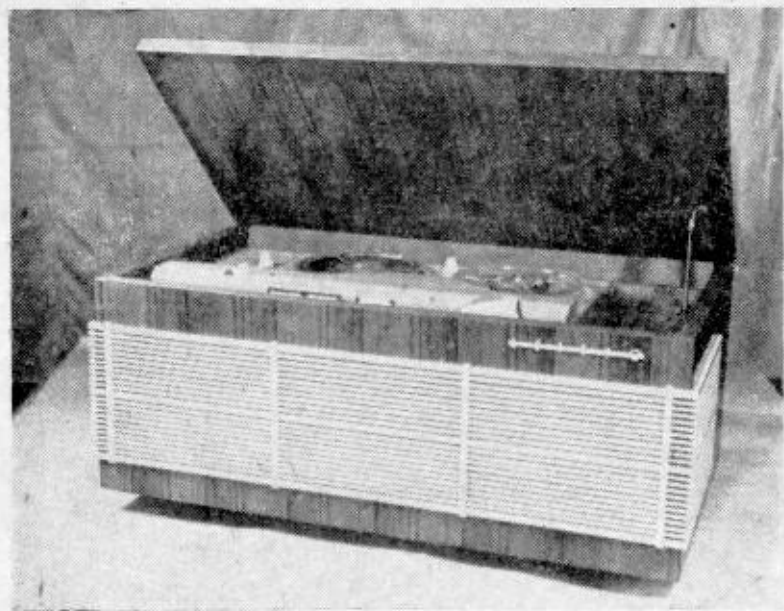
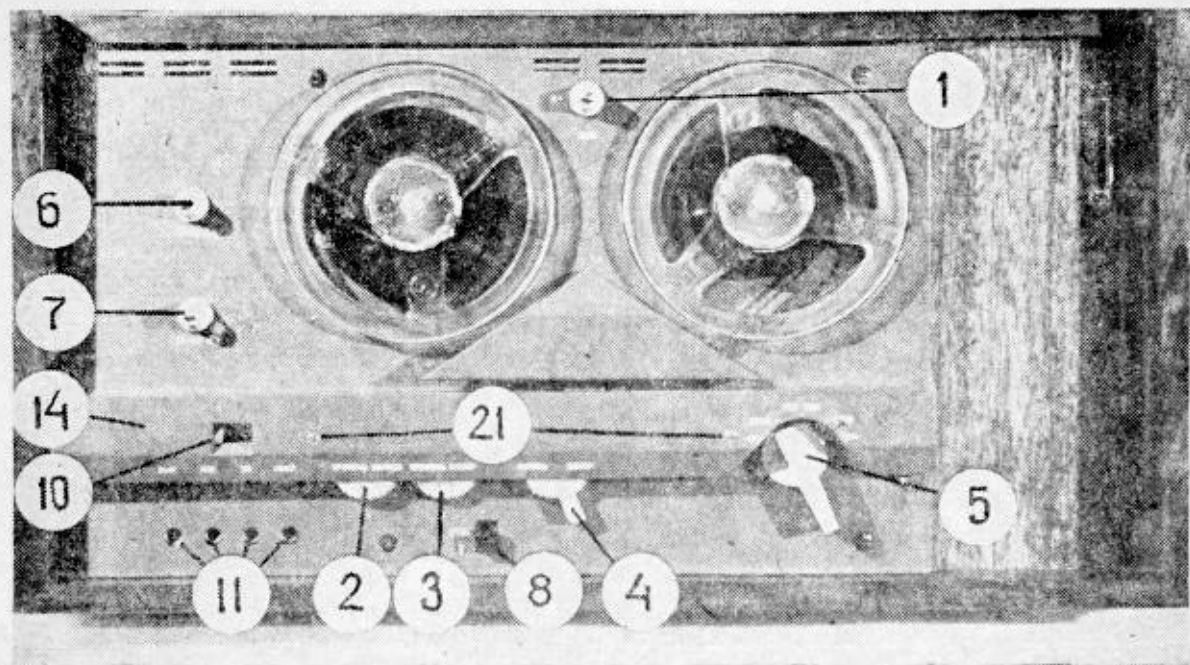

FIG. 1.
Рис. 2.
24. Магнитофон «Дніпро 12Н» выполнен в виде настольной конструкции в деревянном корпусе, имитированном под ценные породы дерева, с поднимающейся крышкой (рис. 1). Под крышкой расположены фланцы для катушек с лентой, ручки управления усилителем и лентопротяжным механизмом, стирающая и универсальная головки, оптический индикатор (рис. 2). Катушки с лентой устанавливаются так, чтобы ферромагнитная лента с подающей левой катушки поступала в щель крышки, под которой расположены магнитные головки, производящие стирание, запись или воспроизведение, а затем на правую катушку.
#### Назначение ручек управления (рис. 2)